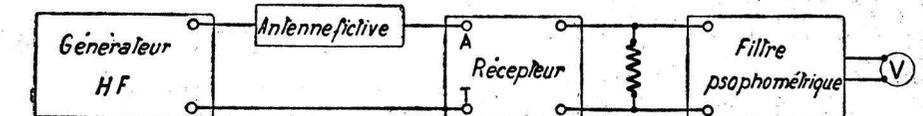
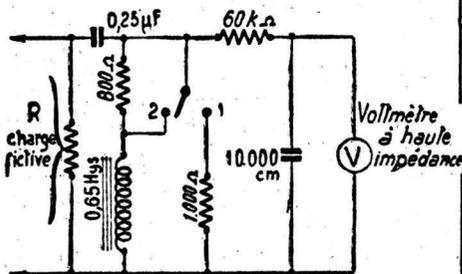

Figure 3
Figure 4
1) Sensibilité. — Le montage est donné par la figure 3. L'antenne est au choix du constructeur. Le filtre psophométrique dont il est question est la pour tenir compte des propriétés sélectives de l'oreille, eu égard aux bruits parasites. Ce filtre est placé entre la résistance fictive représentant l'impédance à 400 c/s de la bobine mobile, et l'appareil de mesure. Son impédance d'entrée est très grande par rapport à l'impédance de la bobine mobile et les atténuations relatives qu'il apporte en fonction de la fréquence doivent être conformes au tableau ci-dessous :
Un exemple de la réalisation d'un tel filtre est donné figure 4, le commutateur placé en position 1.
2) Sélectivité. — Le montage est celui de la figure 3, dans lequel le filtre psophométrique est remplacé par un filtre sélectif à 400 c/s. Ce filtre peut être monté comme l'indique la figure 4, le commutateur placé en position. Les conditions d'essai sont les suivantes :
(1) Il n'est pas imposé de valeur limite pour les fréquences incidentes supérieures à 2 Mc/s. Il est recommandé de chercher à réaliser un affaiblissement maximum. A titre indicatif, certains règlements étrangers donnent les atténuations de 15 db, à 6 Mc/s, 10 db, à 10 Mc/s, et 5 db, à 16 Mc/s.
5) Réglage automatique de la sensibilité. — On opère suivant le schéma de la figure 3. Le générateur est modulé à 30 % à 400 c/s. On ajuste le niveau d'entrée du récepteur à une valeur U, donnée dans le tableau ci-dessous. A l'aide du bouton de puissance, le niveau de sortie est amené à la puissance de sortie nominale. Ensuite, on diminue de dix fois la tension d'entrée (20 db). La puissance de sortie doit être d'au moins la valeur P indiquée dans le tableau ci-dessous.